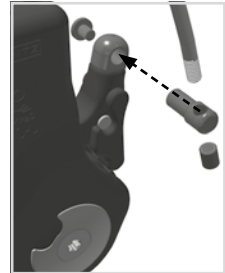

Fig. 7
- 2 Coloque el soporte para cable de tracción (4) en el taladro del retenedor para el soporte para cable de tracción (fig. 7).
- 3 Fije el soporte para cable de tracción con el tornillo alomado (1). Fije el tornillo alomado con LOCTITE® 243 de resistencia media.
- 4 Fije el manguito roscado (5) al cable de tracción (3).